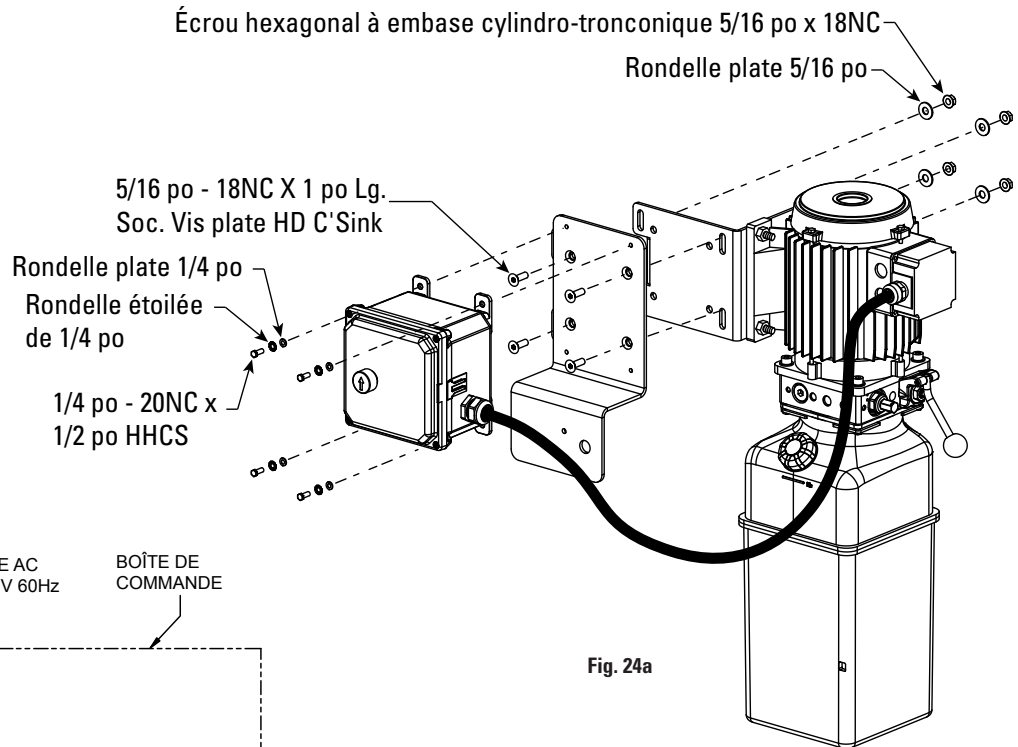

Fig. 24a
- A. Attacher le support de montage au support de l'appareil d'alimentation (4) 5/16 po-18NC x 1 po Lg. (4) Vis plates de Soc HD C'Sink, rondelles plates 5/16 po et (4) écrous hexagonaux à embase cylindro-tronconique de 5/16 po-18NC, Fig.24a.
- B. Attacher la boîte de contrôle au support à l'aide de (4) HHCS 1/4 po - 20NC x 1/2 po, rondelles plates de 1/4 po et (4) rondelles étoilées de 1/4 po. Fig. 24a.